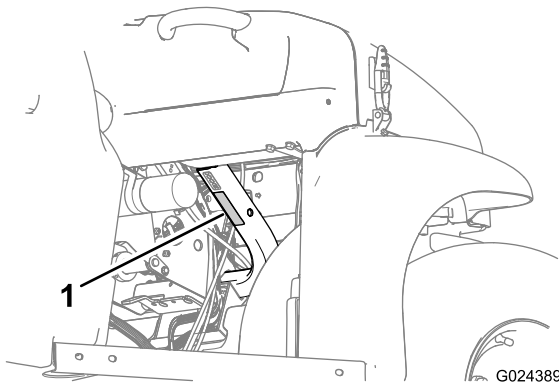

Bild 22
- Halten Sie die Nutzlast der Maschine ein und begrenzen Sie das Gewicht auf die Last, die Sie in der Staubox befördern können, siehe Technische Daten (Seite 20), und die auf dem Nutzlastaufkleber an der Maschine angegeben ist (Bild 22).